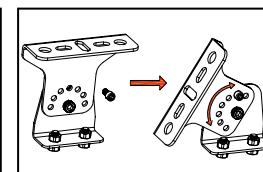

Рис. 5
- Внимание!** Для надежной фиксации осветительного прибора необходимо использовать фиксирующие болты, входящие в комплект поставки. С помощью этих же болтов регулируется угол наклона осветительного прибора [рис. 5]